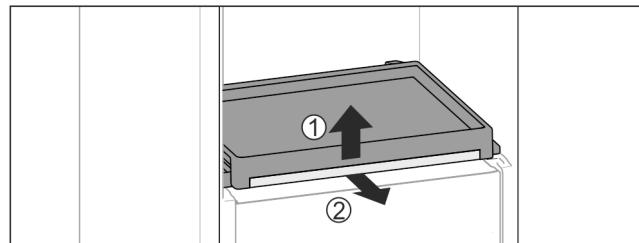

Fig. 113
- Извадете изтеглящата се дъска със стъклената плоча: Повдигнете леко отпред стъклената плоча Fig. 113 (1) и я изтеглете напред Fig. 113 (2).